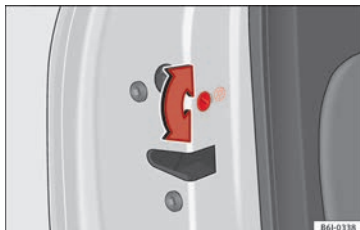

Bild 128 Barnsäkert lås på vänster dörr.
- Med dörren öppen, vrid spåret i dörren med tändningsnyckeln, moturs för vänsterdörrar och **» bild 128** medurs för högerdörrar.
- Med dörren öppen, vrid spåret i dörren med tändningsnyckeln, moturs för högerdörrar och medurs för vänsterdörrar **» bild 128**.